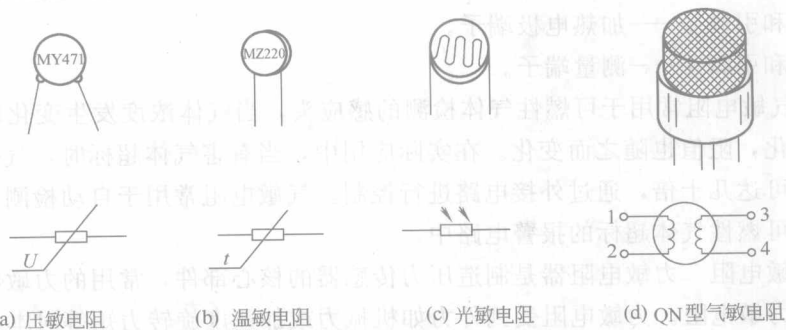

图 1-8 常用的几种敏感型电阻器
敏感型电阻器主要指电特性对温度、湿度、压力、电磁感应、气体浓度等外界条件的物理量反应敏感的元器件，它可以将这些物理量转换成电信号、制成各种传感器或器件，还可进行放大和处理，以实现自动控制。常用的几种敏感型电阻器如图 1-8 所示。
(1) 压敏电阻 压敏电阻外形及符号如图 1-8(a) 所示，压敏电阻文字符号用 RV 来表示。压敏电阻器是利用半导体材料的非线性特性原理制成的。是多晶半导体器件。其特点是压敏电阻器对外加电压感应非常迅速和敏感。当外加电压达到压敏电阻器的临界值时即达到标称额定值时，其电阻值会急剧变化，反应速度极其快速。压敏电阻器的阻值在外加电压没有达到额定电压值时，呈现出很高的阻值，趋于无穷大；当外加电压超过额定电压值时，电阻值急剧变小，超过临界极限值将导致过流过压保护装置动作，起到过电压保护、抑制浪涌电压、削波、限幅、吸收电能和防雷击等作用。电路中由于各种原因产生的瞬时电压或瞬时电流会超过正常电压和电流值的许多倍，而所超过的时间很短，被称为浪涌电压或浪涌电流。压敏电阻在一定温度范围内，其两端能承受的电压值称为标称电压或耐压。而这两个参数是压敏电阻的主要电气参数。压敏电阻反应时间快速，达到纳秒级。所以，压敏电阻具有耐浪涌电压大、抑制过电压能力强、反应速度快、温度特性好、可靠性高的优点，被广泛应用在交流电路和直流电路的保护回路中。
(2) 热敏电阻 热敏电阻外形及符号如图 1-8(b) 所示，热敏电阻文字符号用 RT 来表示。热敏电阻器是由钛酸钡材料，掺杂能改变居里点温度的物质铅或锶和加入极微量的导电杂质稀土元素镧，经过研磨、压型、高温烧结而成的复合钛酸盐的 N 型半导体瓷体，大多是单晶或多晶半导体器件。其特点是热敏电阻在达到特定温度前，电阻值随温度变化较缓慢，当越过一定的温度时，其阻值急剧增大。这个温度称为居里点温度。热敏电阻利用居里点温
(3) 光敏电阻 光敏电阻外形及符号如图 1-8(c) 所示。光敏电阻器是由半导体硒化镉、硫化铅、硫化锌等材料制成的。利用半导体的光电导特性原理，当射入强光线时，光敏电阻的阻值减小；当射入弱光线时，光敏电阻的阻值增大。光敏电阻还具有灵敏度高、电气性能稳定、制作工艺简单等特点。根据不同光源可分为：红外光光敏电阻、可见光光敏电阻、紫外线光敏电阻等。光敏电阻在有光照射下，产生的亮阻阻值很小，在没有光照射下，产生的暗阻阻值较大。光敏电阻电流随电压呈现线性变化，在自动控制、光电控制、自动检测、通信及报警电路中广泛应用。
(4) 气敏电阻 气敏电阻外形及符号如图 1-8(d) 所示。气敏电阻是利用某种半导体在加热状态下，其表面吸入特定气体，并在发生氧化或还原反应后，产生离子，导致其电阻率发生改变的一种器件。气敏电阻器的文字符号用 Q 来表示，图示气敏电阻的引脚如下。